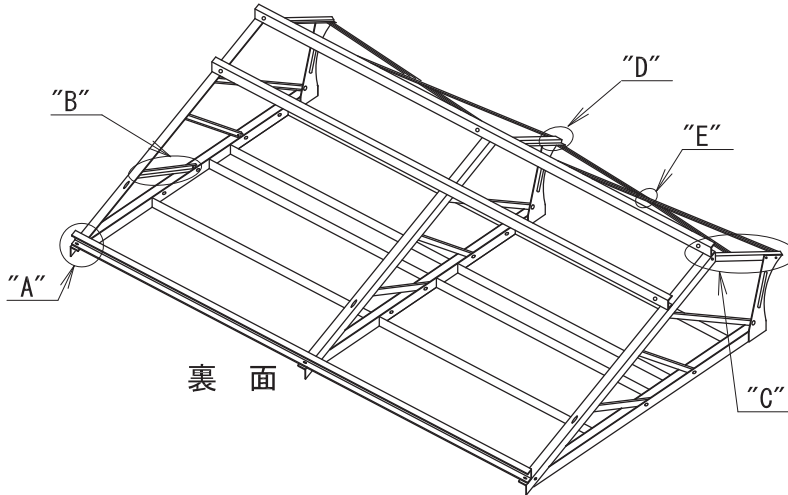

図3
●図3 全てのフレームを取付けたらボルトを完全に締めきってください。
- ヒートンにステンレス線 (B) を巻き、ベースフレーム (16) の穴に通し、適当な長さに切断してフレームが屋根と平行か確認してから、両先端1 mは二重にして、しっかり巻いてください。
- ステンレス線 (B) が瓦と接触する部分は必ず保護材 (C) を使用してください。(図3)